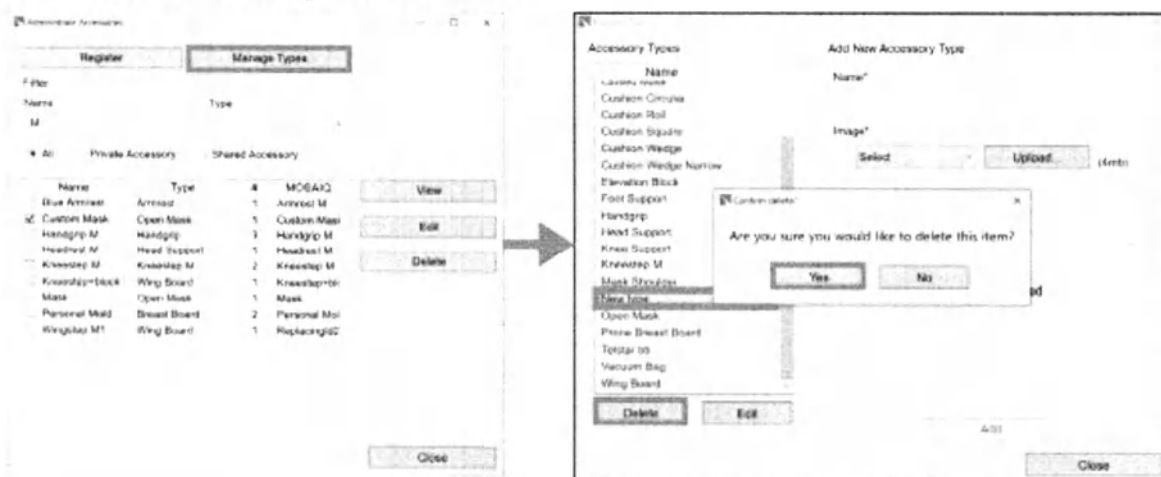

Рисунок 20. Диалоговое окно «*Manage Accessory Types*» (Управление типами принадлежностей) (удаление пользовательского типа принадлежностей).
2. Нажмите «*Manage Types*» (Управление типами). Откроется диалоговое окно «*Manage Accessory Types*» (Управление типами принадлежностей) (рисунок 20).